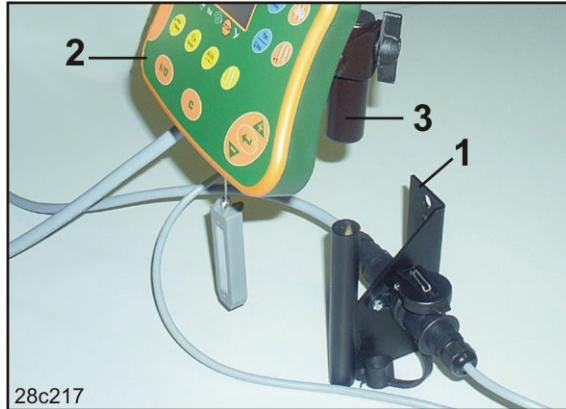

Рис. 17
- Привинтите консоль (Рис. 17/1) в свободном от вибраций и оснащенном электропроводкой месте кабины трактора справа от водителя – в зоне с хорошим обзором и удобным доступом к терминалу (Рис. 17/2).
- Оборудуйте терминал управления сопряженной деталью (Рис. 17/3).